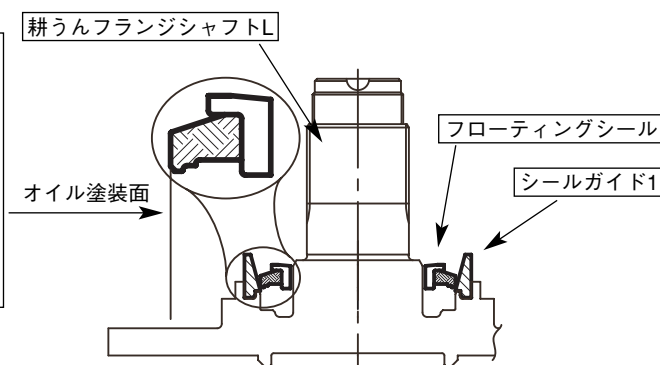

図 2
- (1) 耕うんフランジシャフトLにシールガイド1をセットします。挿入性を高めるため、シールの外周面に薄くオイル（#90）を塗布し、シールガイド1にセット（図2）します。この時フローティングシールに大きな傾きが無いように注意してください。